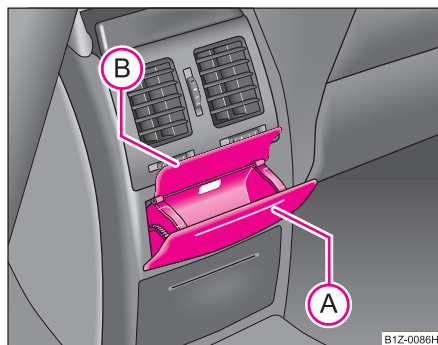

Fig. 96 Consola central: Cenicero trasero
- Presione la parte superior de la tapa del cenicero en la zona **(A)** ⇒ fig. 96.